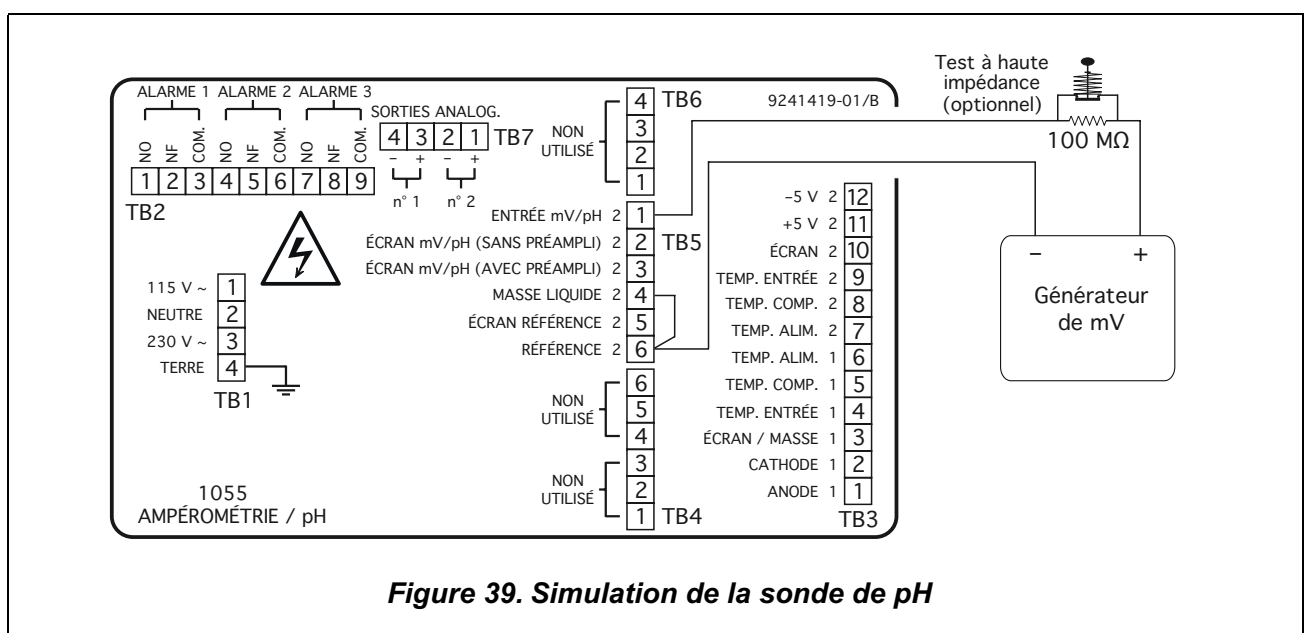

Figure 39. Simulation de la sonde de pH
4. Branchez le générateur de mV comme indiqué en figure 39, et déplacez le pont entre TB5-4 (masse liquide) et TB5-6 (référence).